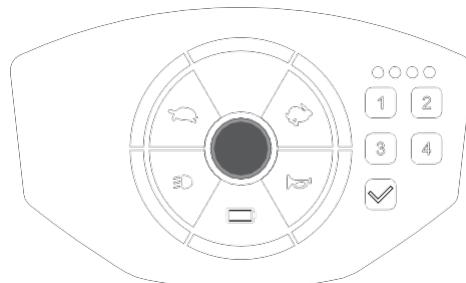

Figura 9
- Prima o switch de alimentação para colocar a scooter no modo de espera de alimentação (luz vermelha acesa) e, em seguida, prima sem soltar os botões de aceleração [ ]/desaceleração [ ] durante 2 segundos. A luz do painel estará totalmente acesa quando a scooter estiver pronta para a definição de retroiluminação. (Figura 9)